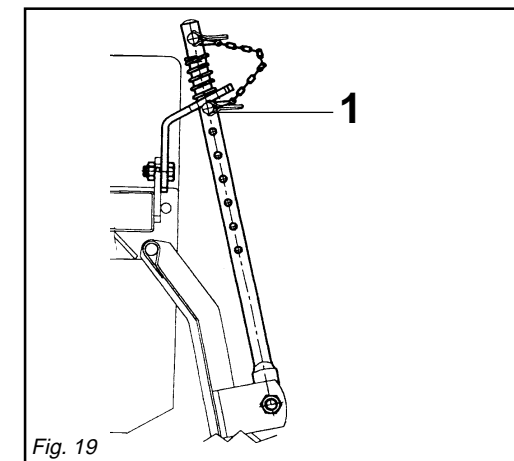

Fig. 19
- 3) Nel caso che la macchina sia dotata di asta antiribaltamento posizionare il perno come in figura (1 Fig. 19).
- 3) If the machine has a safety ram, position the pin as shown in the figure (1 Fig. 19).
- 3) Falls die Maschine mit einem Hydrozylinder gegen Umkippen ausgerüstet ist, muss der Bolzen wie in der Abbildung (1 Abb. 19) gezeigt angeordnet werden.
- 3) Si la machine est dotée d'un vérin anti-retournement, placer l'axe comme indiqué dans la figure (1 Fig. 19).
- 3) Si la máquina posee cilindro antivuelco posicionar el perno como se ve en la figura (1 Fig. 19).